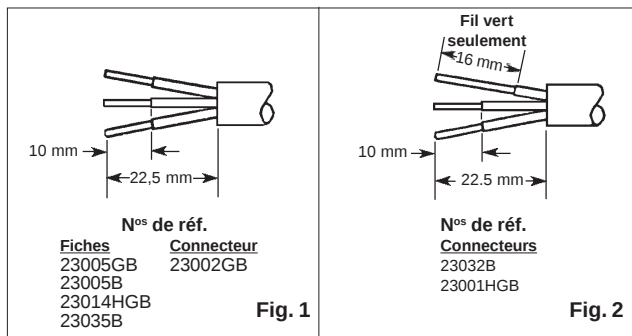

Fig. 1
- Dénuder le cordon de sa gaine et les conducteurs de leur isolant tel qu'illustré à la fig. 1 ou à la fig. 2. NE PAS ÉTAMER LES CONDUCTEURS.